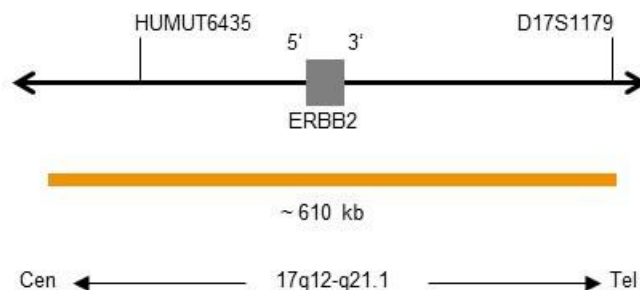

Fig. 1: SPEC ERBB2 Mapa da sonda (sem escala)
- Polinucleótidos (~4.5 ng/ μ l) com marcação ZyOrange (excitação 547 nm/emissão 572 nm), dirigidos ao mapeamento de sequências alvo em 17q12-q21.1* (chr17:37,572,531-38,181,308) contendo o gene ERBB2 (ver Fig. 1).